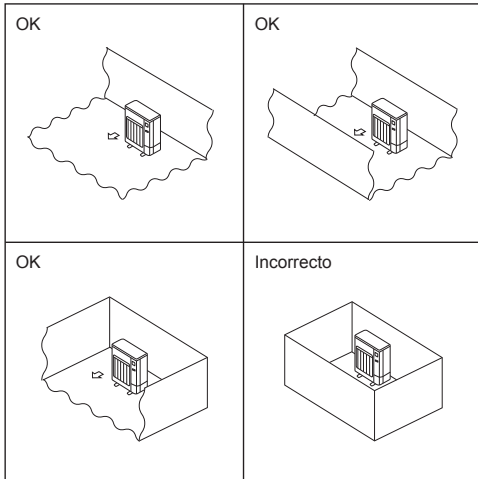

Fig. 2-2
- Ⓞ Instale las unidades exteriores en un lugar donde al menos uno de los cuatro lados esté abierto, y en un espacio lo suficientemente grande y no elevado. (Fig. 2-2).